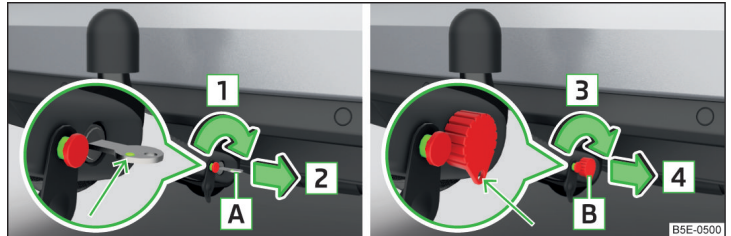

Abb. 302 Schloss verriegeln: Schlüsselvariante 1 / Schlüsselvariante 2
- Den Schlüssel **A** in Pfeilrichtung **1** drehen, sodass dessen grüne Markierung nach oben zeigt » Abb. 302.
- › Den Schlüssel **B** in Pfeilrichtung **3** drehen, sodass die Schlüsselöse nach unten zeigt » Abb. 302.